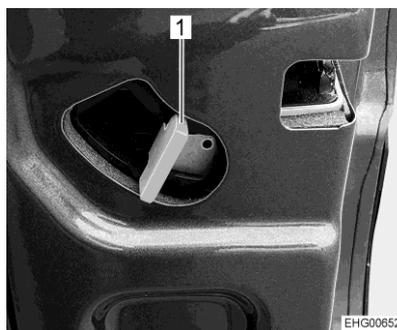

Fig. 14 Poignée d'ouverture des portes arrière
- Pousser la poignée (Fig. 14,1) vers le haut et ouvrir les portes arrière jusqu'en butée.